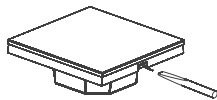

Рис. 1. Отсоединение панели от корпуса.
- 3.2. Аккуратно отделите лицевую панель от корпуса при помощи отвертки (Рис. 1).